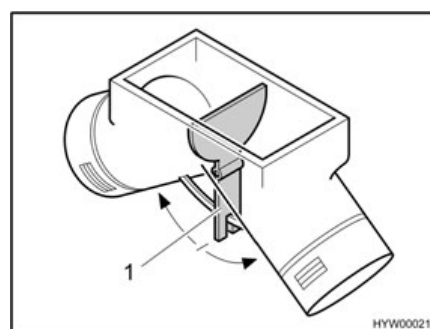

Fig. 123 Ventilador de circulación de aire, tapa de ajuste en posición central
En la posición central, el aire caliente se distribuye uniformemente sobre ambas salidas de aire caliente. La palanca de mando (Fig. 123,1) para la tapa de ajuste se ha incorporado bajo la tapa del suelo en el armario ropero.
- Accionar la palanca de mando (Fig. 123,1) en la dirección de la flecha hasta alcanzar la posición deseada.